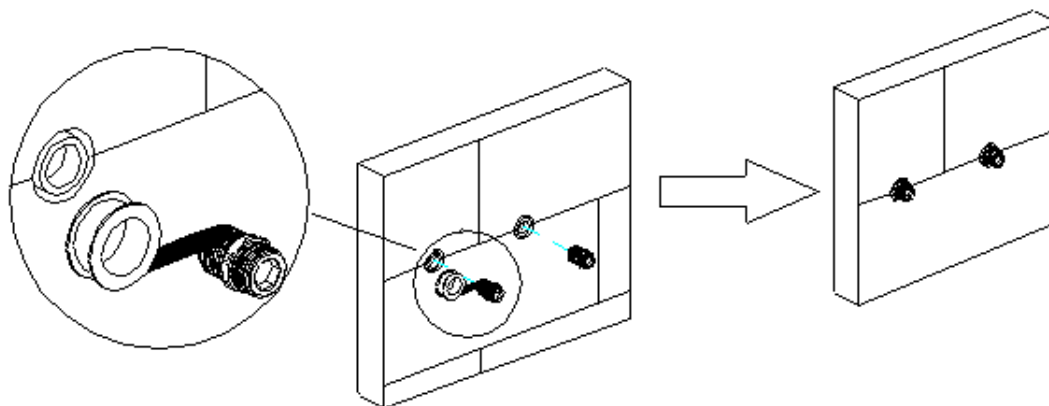

Рис. 5
1.2. Вытащите два металлических переходника (10) из комплекта для сборки, намотайте тефлоновую ленту на более длинные стороны переходников в направлении против часовой стрелки, и прикрутите их к трубам водоснабжения с помощью гаечного ключа, (рис.5).